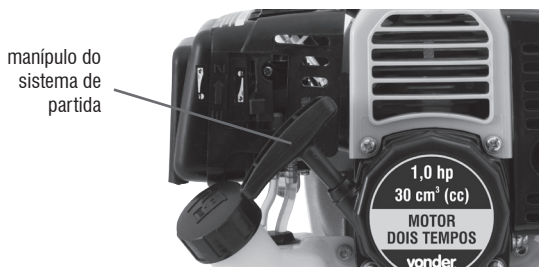

Fig. 10 – Manípulo do sistema de partida
Para ligar o motor, puxe o manípulo do sistema de partida levemente até sentir a resistência do motor, então puxe fortemente (fig. 10).
- 7 – Puxe o manípulo de partida (fig. 10) até sentir uma resistência e em seguida puxe-o fortemente para dar a partida no motor;